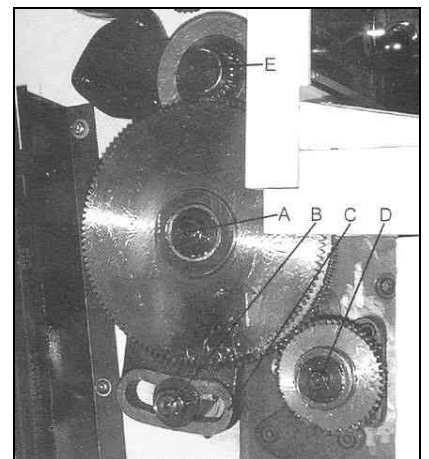

Fig 17
-Desserrer les vis (A, B Fig 17), et l'écrou (C) pour faire pivoter la lyre.